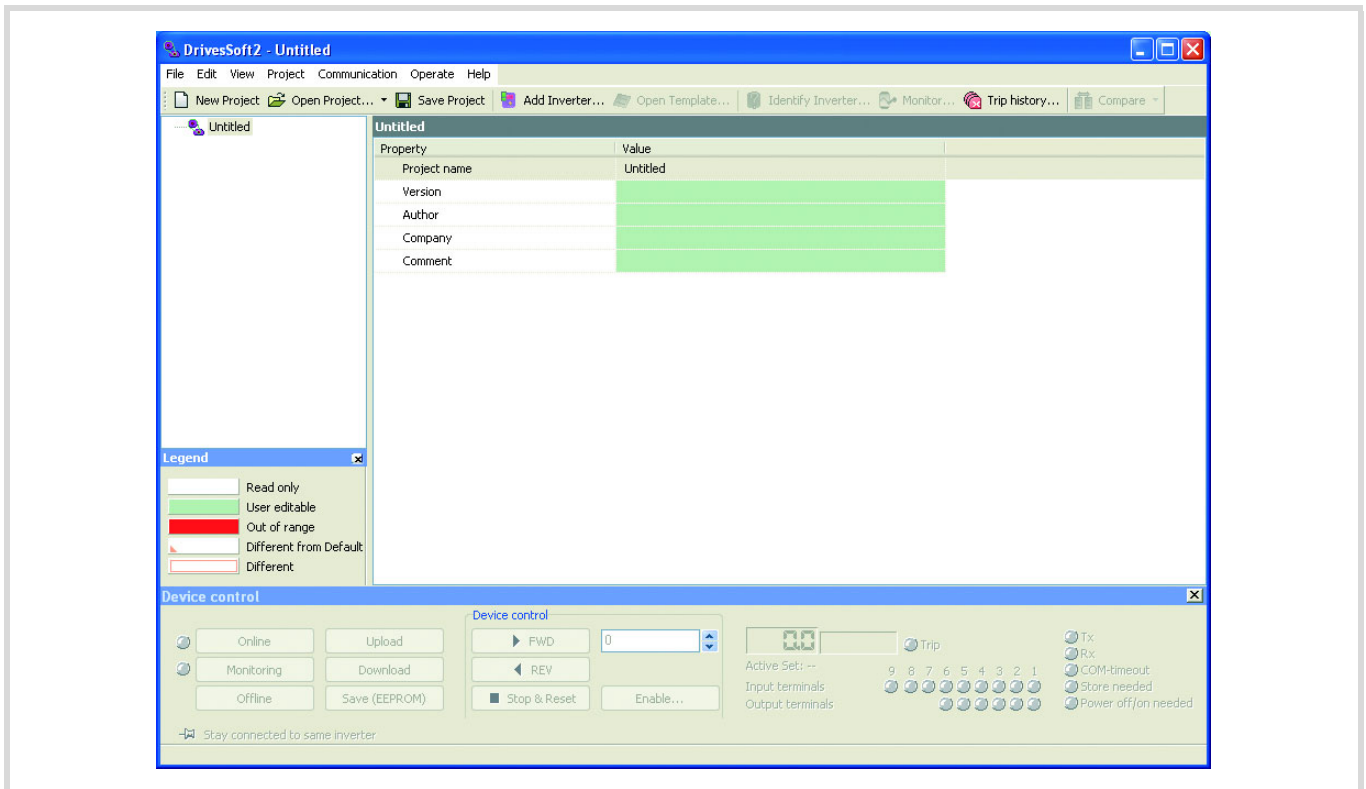

Figure 198: Opening device selection: „Frequenzumrichter hinzu“
▶ In the DrivesSoft2 - Unbekannt menu select *Frequenzumrichter hinzu* to open the device selection, → figure 198.